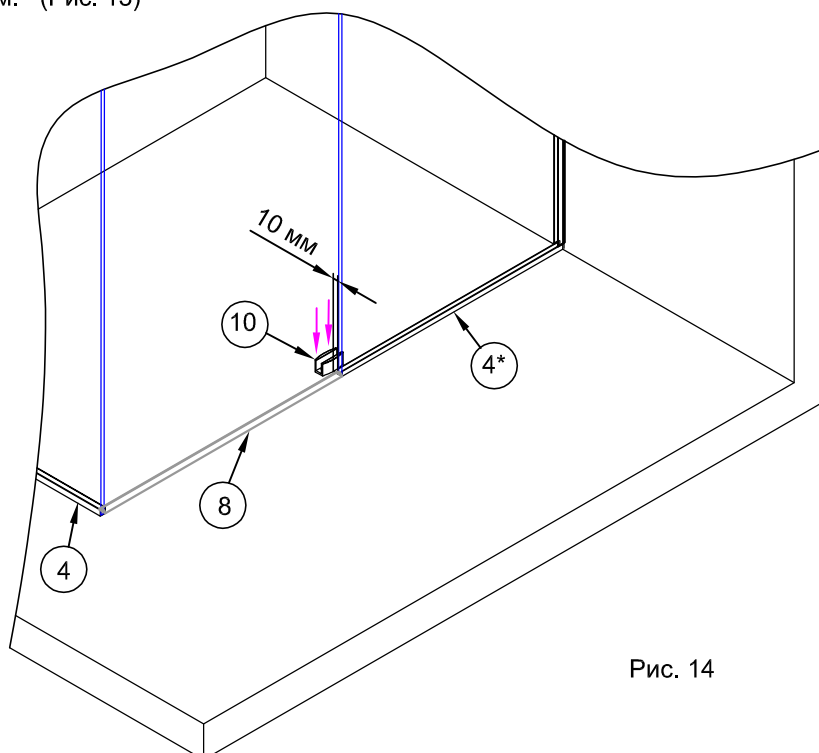

Рис. 14
4.4. Установить на пол нижнюю направляющую. Середина направляющей напротив торца профиля №4*. Расстояние от внутреннего угла профиля №4* -10 мм. (рис.14)
Вставить в отверстие дюбель №19. При необходимости использовать молоток. (рис.14)